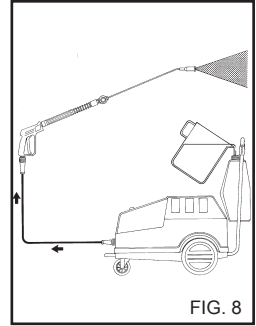

FIG. 8
- 1) Depois de usar o detergente, enxágue o circuito de sucção; enfie o tubo de sucção (fig. 8) de detergente num tanque contendo água limpa e faça com que a bomba funcione por um minuto com a torneira de dosagem completamente aberta e com a lança em fase de saída de detergente.
4) Depois da utilização do detergente, enxágue o circuito de sucção; enfie o tubo de sucção (fig. 8) de detergente num tanque contendo água limpa e faça com que a bomba funcione por 1 minuto com a lança em fase de saída de detergente.